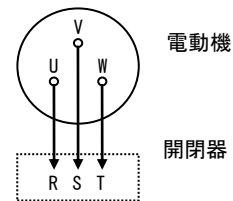

図2: 配線接続図
- (1) 配線は図2又は電動機のターミナルボックス内ぶたに表示された結線図又は電動機に附属された取扱説明書に従い、行ってください。
- (2) 開閉器を入れる前に次の点を調べてください。